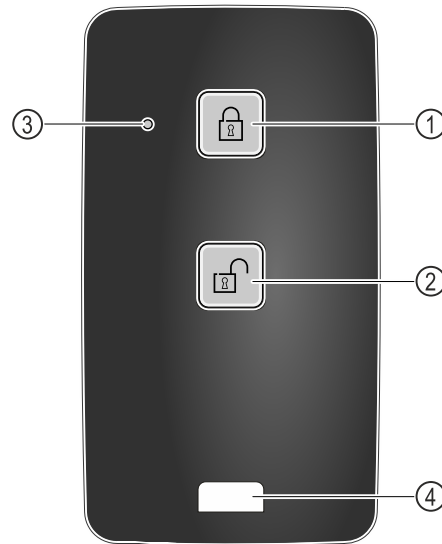

Fig. 221
- Premere il tasto Fig. 221 (1) sul telecomando.
- Premere il tasto Fig. 221 (2) sul telecomando.
- Il LED di stato Fig. 221 (3) fornisce un feedback visivo quando viene premuto un pulsante.
- Occhiello Fig. 221 (4) per agganciare il telecomando, ad esempio a un portachiavi.